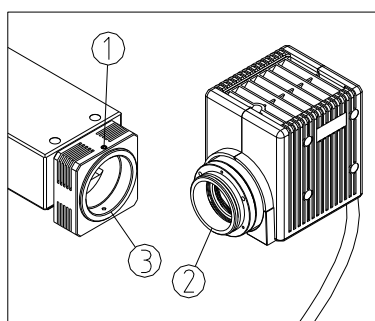
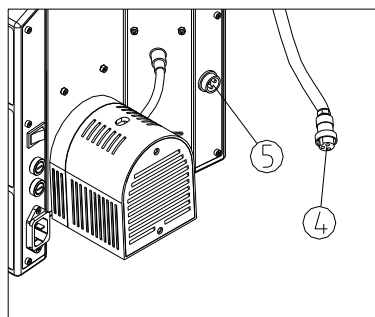

图 8
图 9
- (1) 把反射照明器上的锁紧螺钉①完全松开。（如图 8）
- (2) 将灯源组连接座②轻轻推入反射照明器灯源连接座③中，并且推到底，然后再拧紧锁紧螺钉①。
- (3) 把灯源组上的航空插头④插入显微镜镜体的航空插座⑤中。（如图 9）